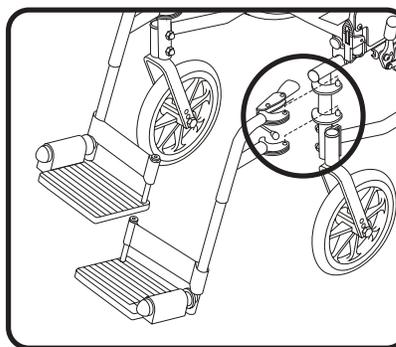

Figura 7. Rimozione poggia-piedi
5. Rimuovere le pedane o spostarli lateralmente. Vedere figura 7. È anche possibile piegare verso l'alto i pianali. Ciò previene che i piedi rimangano incastrati nelle pedane durante il trasferimento. Se si usano le pedane per auto-sostenersi durante il trasferimento, si rischia di ribaltare la carrozzina.